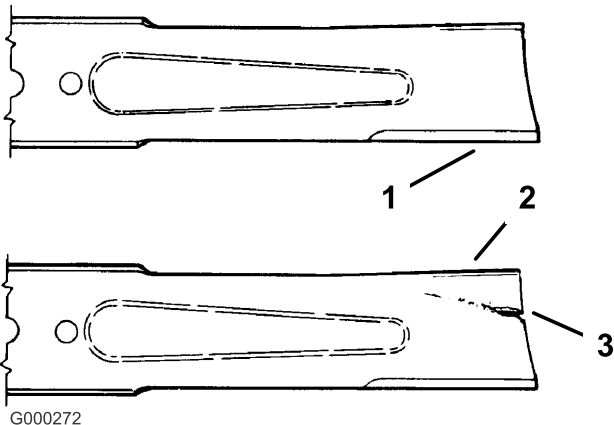

Figura 54
1. Inspeccione los filos de corte (Figura 54). Si los bordes no están afilados o tienen muescas, retire las cuchillas y afílelas. Consulte Afilado de las cuchillas.
2. Inspeccione las cuchillas, especialmente la parte curva (Figura 54). Si observa daños, desgaste o la formación de una ranura en esta zona (Figura 54), instale inmediatamente una cuchilla nueva.